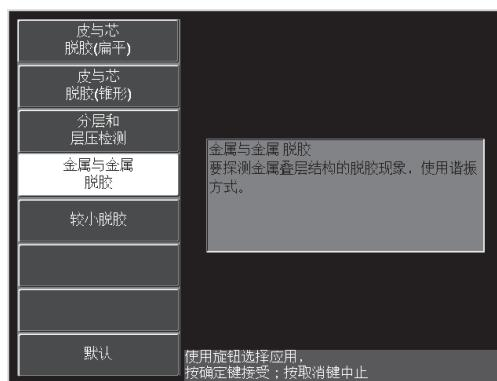

图6-38 金属与金属脱粘应用
- 选择金属与金属脱胶应用，然后按确定键（）接受（参见第139页的图6-38）。